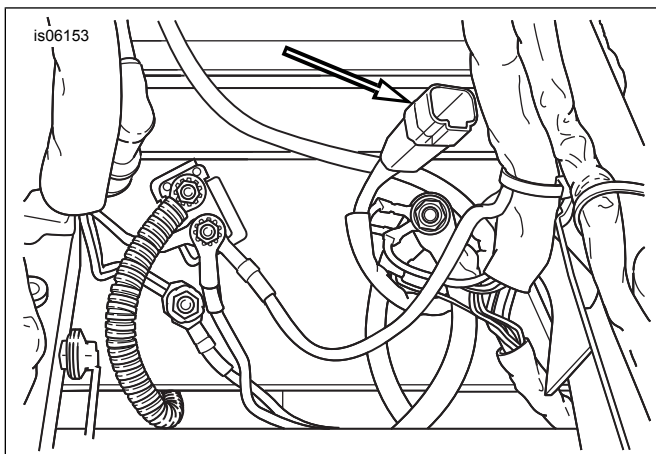

Figura 2. Posizione del connettore degli accessori [4] sotto la sella
2. Individuare il connettore per accessori a quattro vie [4] nella zona sotto la sella. Vedere Figura 2. Rimuovere il tappo dal connettore degli accessori. Collegare il cablaggio di prolunga della luce del portabagagli (7) al connettore degli accessori.